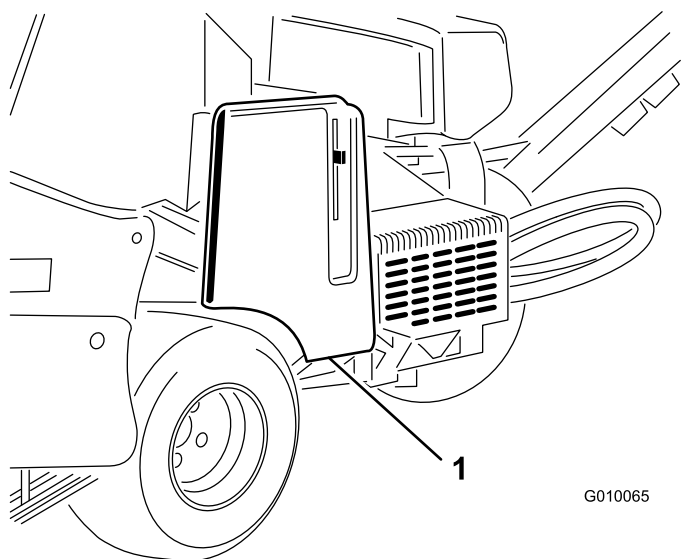

Figura 56
1. Sbloccate e togliete il paracinghia (Figura 56).